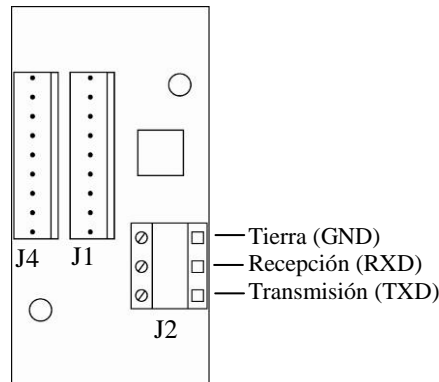

Figura 2.2 Conexiones de la RS232
- Conecte los hilos en el bloque de terminales J2 como se indica en la Figura 2.2.